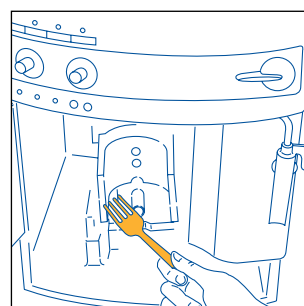

Fig.30
- maak het apparaat aan de binnenkant zorgvuldig schoon. Om koffierestjes te verwijderen, krab met een houten of plastic vork (fig. 30) en zuig de restjes op met een stofzuiger (fig. 31);